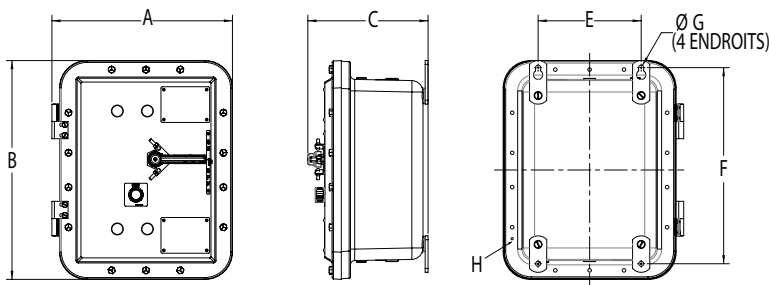

Figure 1
- Choisir un emplacement d'installation qui sera assez résistant et rigide pour supporter l'ensemble du câblage, des composants et des dispositifs de commande. La figure 1 et le tableau 1 montrent toutes les dimensions de montage.